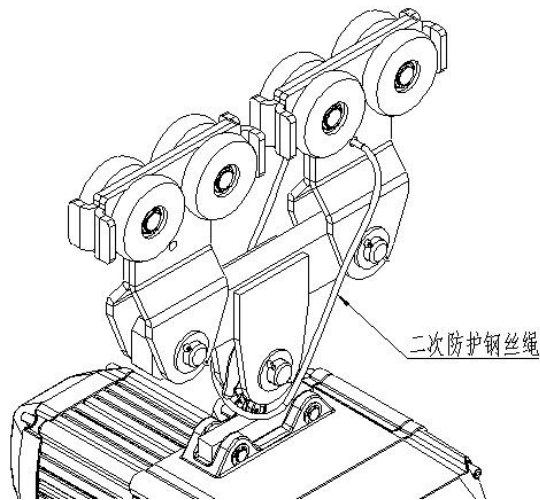

图 6F
6.12 安装二次防护钢丝绳（图 6F）。将二次防护钢丝绳沿如图所示经过葫芦小车的二次防护孔，穿入葫芦上吊钩内，然后用相应锁扣锁紧即可。